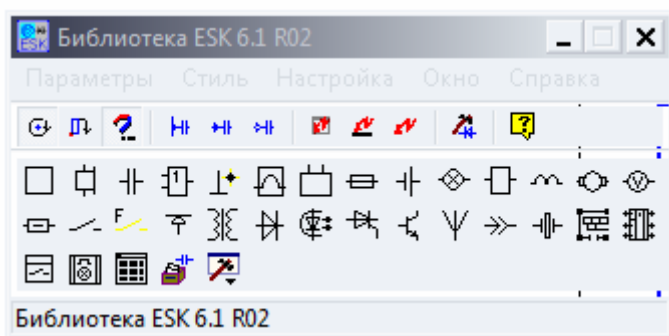

Рис. 7.1. Библиотека ESK
3. Запустить библиотеку ESK (рис. 7.1).